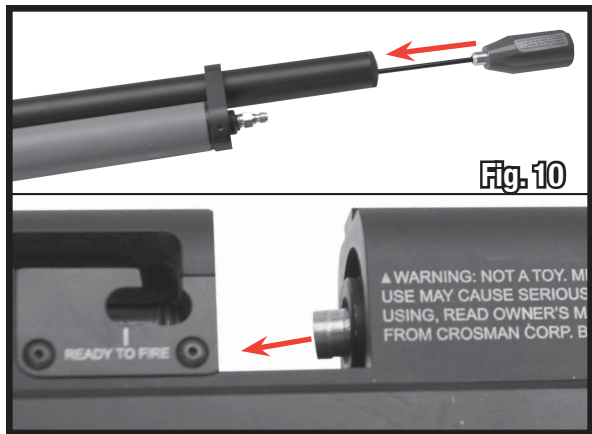

Fig. 10
- Coloque una baqueta de tamaño adecuado dentro de la boca (Fig. 10). Si usa una baqueta cuyo tamaño no es el adecuado para un rifle de calibre .357 y cuya longitud no es la adecuada para este cañón, este último podría verse dañado.